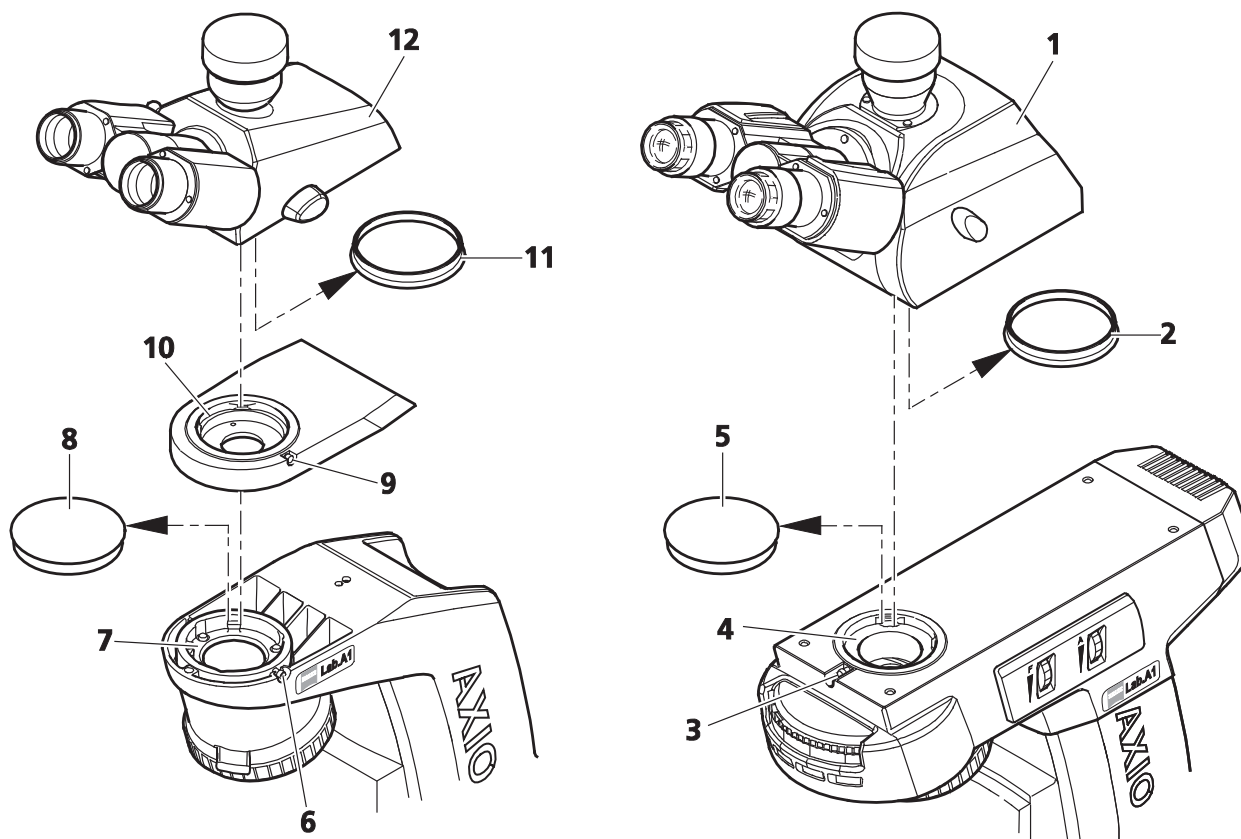

Fig. 3-5 Pose du tube binoculaire
- Desserrez la vis à six pans creux (Fig. 3-5/3) avec le tournevis 3 mm. Déposez les caches de protection (Fig. 3-5/2, 5) situés respectivement sur la face inférieure du binoculaire et sur le raccord à queue d'aronde côté statif.
- Tenez le tube ou le phototube binoculaire (Fig. 3-5/1) légèrement incliné pour engager la queue d'aronde sur le raccord du statif (Fig. 3-5/4) puis redressez-le. Tournez le tube binoculaire en position d'observation puis resserrez la vis à six pans creux en utilisant le tournevis à tête sphérique.
- Desserrez la vis à six pans creux (Fig. 3-5/6) avec le tournevis 3 mm. Déposez les caches de protection (Fig. 3-5/8, 11) situés respectivement sur la face inférieure du binoculaire et sur le raccord à queue d'aronde côté statif.
- Engagez la queue d'aronde de la plaque intercalaire (Fig. 3-5/10) dans le raccord du statif (Fig. 3-5/7), dégauchissez-la et vissez la vis à six pans (Fig. 3-5/6) pour l'immobiliser.
- Posez le tube/phototube binoculaire (Fig. 3-5/12) sur la plaque intercalaire, dégauchissez-le et vissez la vis à six pans (Fig. 3-5/9) avec le tournevis à tête sphérique pour immobiliser le tube/phototube.